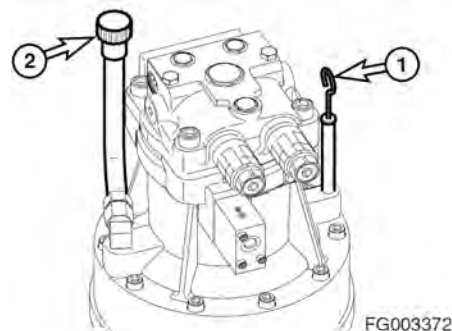

Рис. 93
4. Снять сапун/заливную заглушку (2, рис. 93) и добавить масло до отметки "Н" на щупе (1).